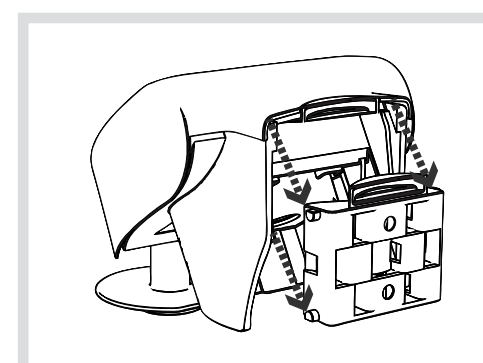

Bild 8: montering på fäste
- (10) Anslutningsklämma för hjälpspänning
- (11) KNX-bussanslutningsklämma
- (12) Stickkontakt för regnsensor i lock
- (13) Programmeringsknapp och -LED
- (14) GPS-antenn
- Placera kåpan (8) på kåpans nedre del (3) och tryck försiktigt nedåt tills den greppar hörbart.
- Skjut väderstationen uppifrån och ned i det monterade fästet. Se till att stiften hörbart greppar vägg-/mastmonteringen i ledningarna till kåpans nedre del (bild 8).